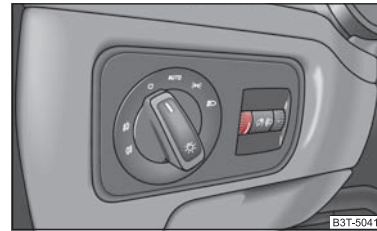

Abb. 49 Schalttafel: Instrumentenbeleuchtung
- Drehen Sie den Drehregler ⇒ Abb. 49 auf die gewünschte Intensität der Instrumentenbeleuchtung.